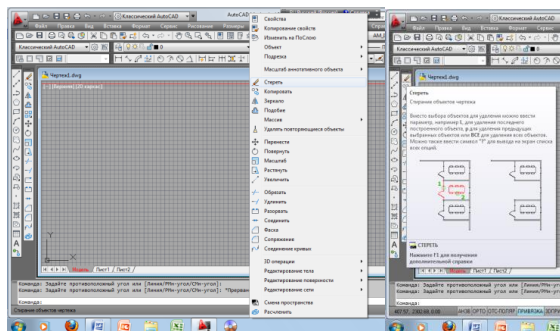

Рисунок 5.13 - Команда «Стереть»
- щелчком мыши по кнопке  на панели инструментов «Редактирование», из строки меню «Редактировать» - «Стереть» (рисунок 5.13).